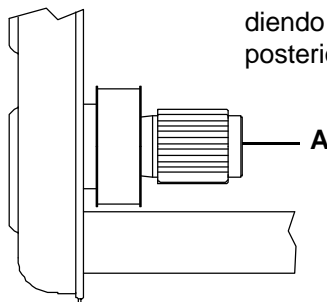

fig. 45
- Clean motor protection grills orifices (fig. 45/A), reached through the rear of machine.
- Proceder a la limpieza de los orificios de las rejillas de protección del motor (fig. 45/A), accediendo a los mismos por la parte posterior de la máquina.
- Procéder au nettoyage des orifices des grillages de protection de moteur (fig. 45/A), en accédant à ceux-ci par la partie postérieure de la machine.